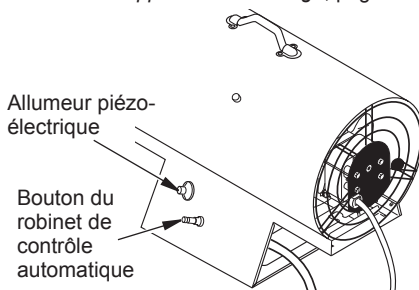

Figure 5 - Bouton du robinet de contrôle automatique et allumeur piézo-électrique
6. Enfoncez le bouton du robinet de contrôle automatique et maintenez-le dans cette position (voir figure 5). Appuyez et relâchez le bouton d'allumage piézo-électrique (voir figure 5). Continuez d'appuyer sur le bouton d'allumage piézo-électrique jusqu'à ce que le brûleur s'allume. Une fois que le brûleur est allumé, maintenez le bouton du robinet de contrôle automatique enfoncé pendant 30 secondes, puis relâchez-le. Ceci met en marche le système de contrôle automatique.